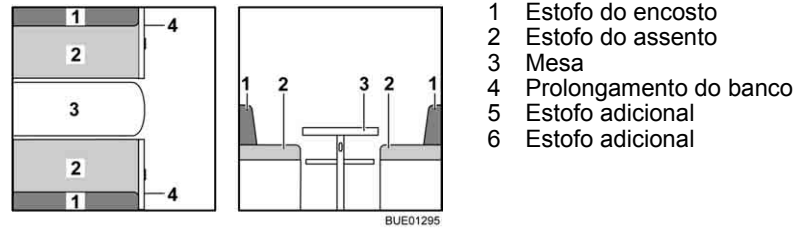

Fig. 122 Antes da transformação
- Aumente a mesa (Fig. 122,3) e transforme-a em base para cama (ver ponto 6.11).